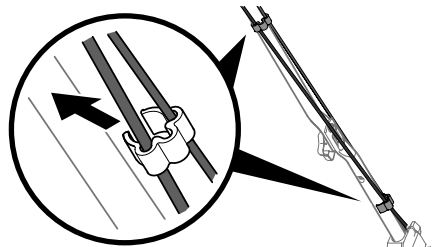

Figura 11
**NOTA:** En determinadas unidades, utilice las dos abrazaderas de cable suministradas para ajustar los cables de la transmisión y control de la cuchilla a la manija inferior (Figura 11).